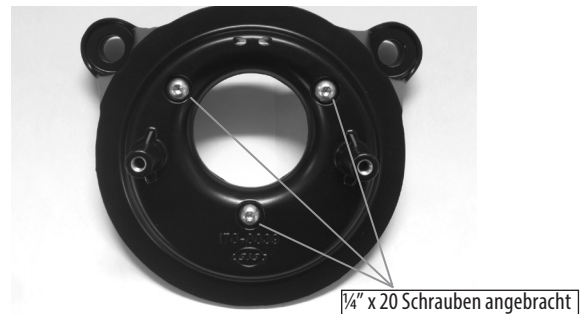

Bild 2
2. Bringen Sie die drei Schrauben in der Rückplatte an, wie auf **Bild 2** gezeigt.